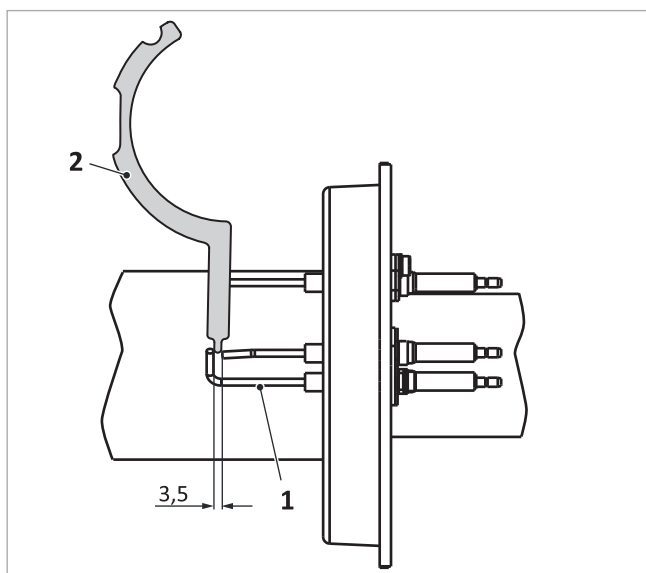

Fig. 143 : écart entre l'électrode et la masse sur l'électrode d'allumage
1. Contrôler les écarts entre les électrodes d'ionisation au moyen d'un outil de réglage des électrodes → Fig. 143 (2) (corrigez-les en pliant prudemment les électrodes le cas échéant).
- Entre les électrodes → Fig. 143 (1) : 3,5 mm